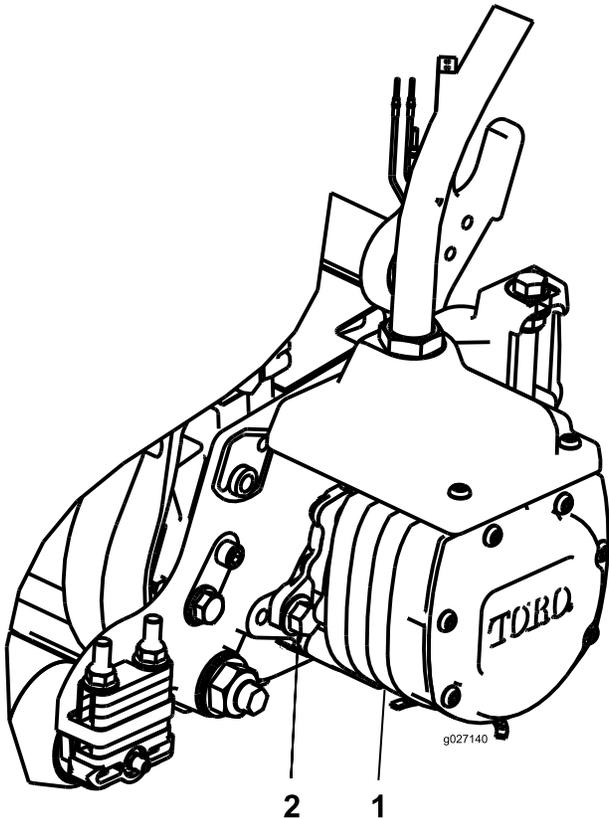

图 24
3. 以顺时针旋转的方式将马达与滚刀组对齐使马达法兰与螺栓保持一定空隙图 24。